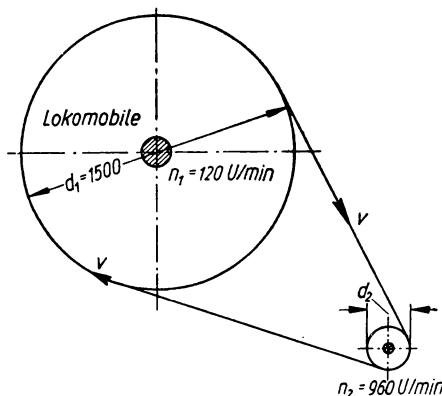

Bild 14
- 45.** Die Welle einer Kreiselpumpe soll durch Riemen mit $n_2 = 960$ U/min von dem Schwungrad einer Lokomobile aus angetrieben werden (Bild 14). Letzteres hat 1500 mm Durchmesser und läuft mit $n_1 = 120$ U/min. a) Wie groß ist die Riemengeschwindigkeit? b) Welchen Durchmesser muß die Riemenscheibe der Pumpenwelle erhalten?